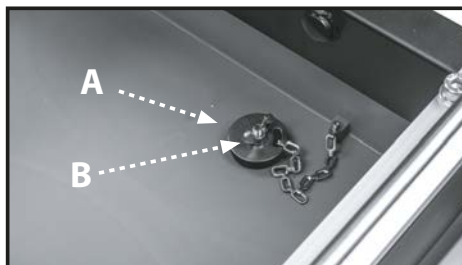

FIGURE 15
1. Vérifiez que le bouchon de vidange (A, fig. 15) est bien inséré dans le drain et que l'écrou papillon de blocage (B, fig. 15) est serré.